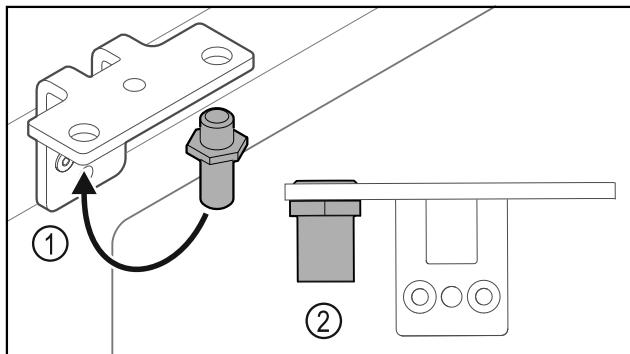

Fig. 32
- ▶ Perkelkite kaištj Fig. 32 (1) šarnyriniame kampuotyje.
- ▶ Priveržkite kaištj Fig. 32 (2) **12 Nm** sukimo momentu.